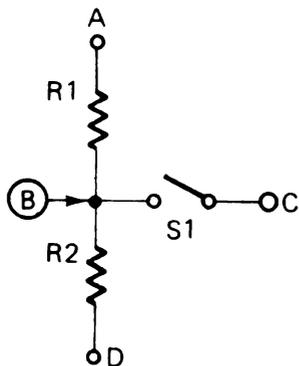

Figura 10
22. Riferitevi alla Figura 10. $R_1 = 500\Omega$, $R_2 = 1,5\text{ K}\Omega$, $A = +4\text{V}$, $C = -4\text{V}$, $D = -12\text{V}$. Quant'è la tensione misurata in "B" quando S_1 è aperto e quando è chiuso?